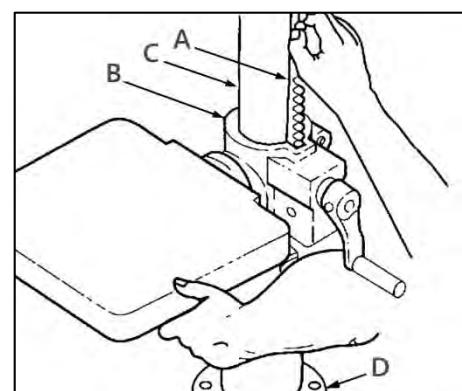

Рисунок 5.
Установите зубчатую рейку так, чтобы ее длинный гладкий конец смотрел вверх, в таком положении вставьте ее в паз в отверстии кронштейна стола. Соедините зубчатую рейку с шестерней, расположенной внутри паза, в зацеп. Удерживая зубчатую рейку (A) (рис. 5) и кронштейн стола (B) вместе, опустите их вниз по колонне (C). пока рейка не упрется в фланец (D) колонны.